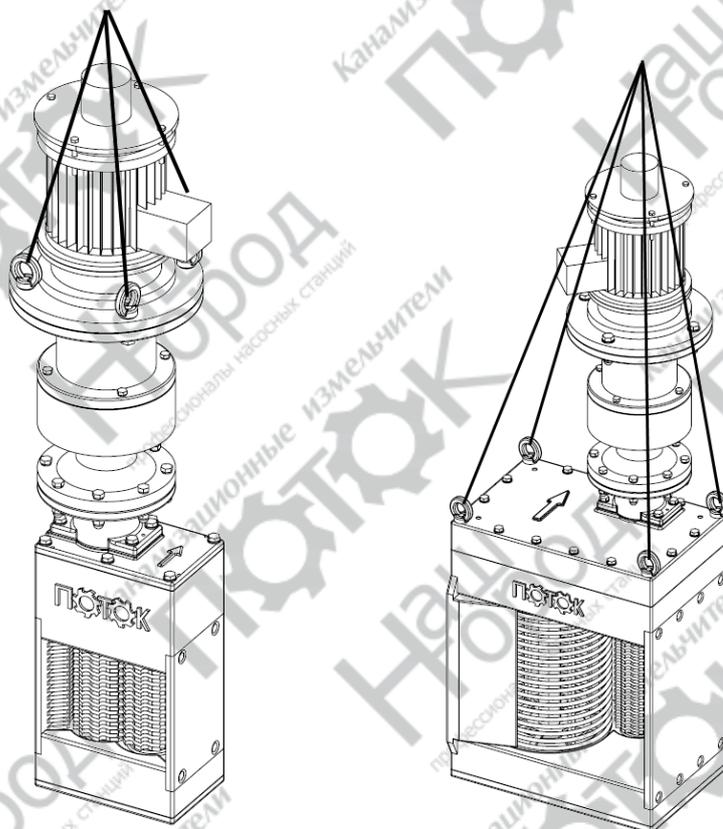

Рисунок 1. Схема строповки
10. Подъем осуществлять только за указанные такелажные места (рис. 1), избегать резких движений при подъеме, опускании и перемещении.